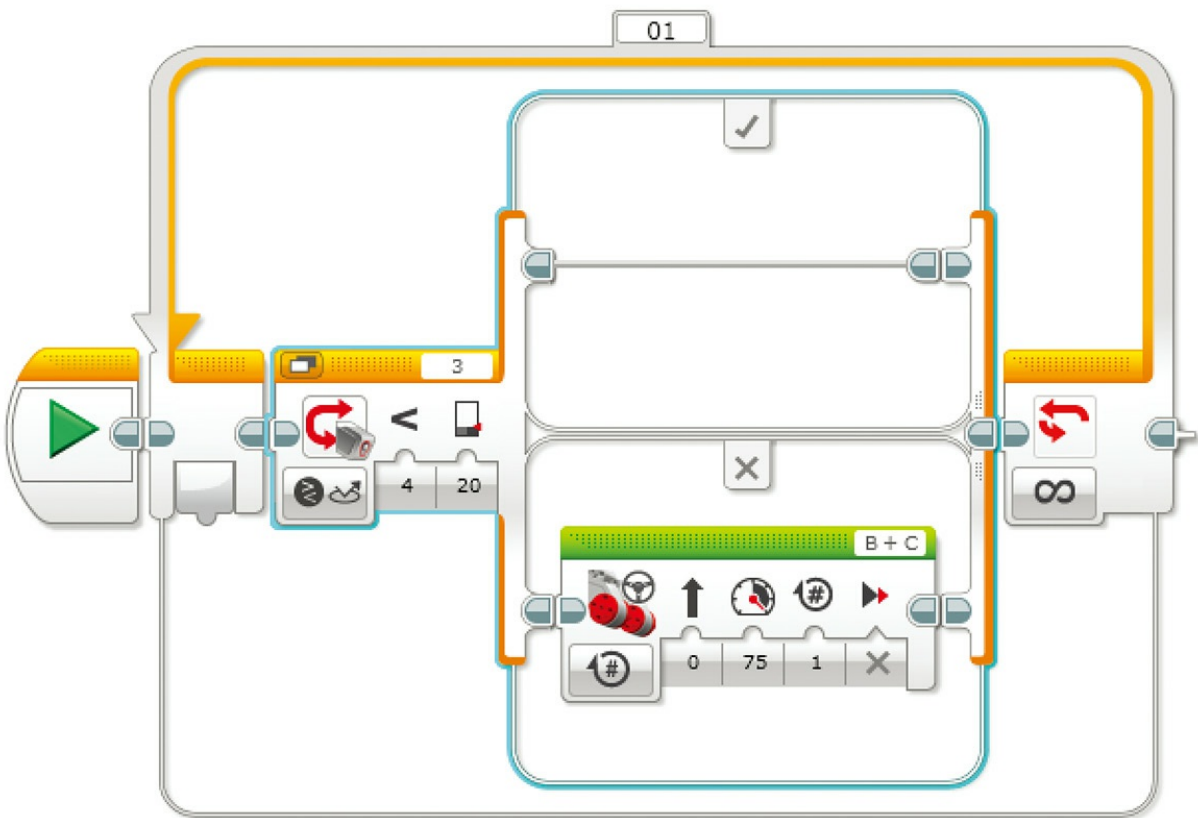

图7.36 程序在合适的循环中
2. 将你的切换模块拖曳到循环中，此时它看起来太小了，但是循环可以扩大来放置你放进去的东西，它看起来应该类似于图7.36所示的样式。